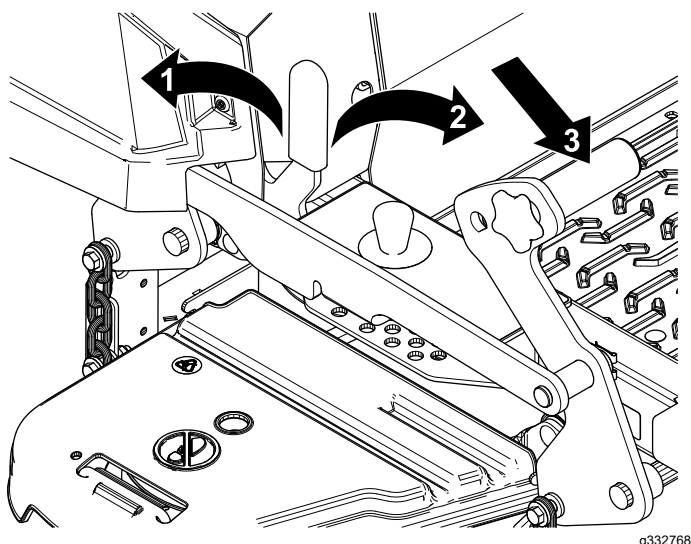

Figura 28
1. Empurre o pedal de elevação da plataforma totalmente para a frente para bloquear a plataforma do cortador na posição TRANSPORTE (Figura 28).
2. Empurre o pedal de elevação da plataforma e empurre o bloqueio de transporte para a frente para a posição DESBLOQUEIO e, em seguida, desça lentamente a plataforma do cortador. (Figura 28).